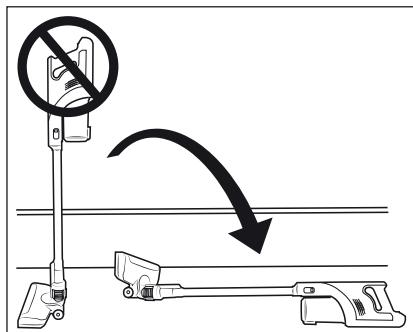

Abb. 9
- Die Saugöffnungen des Gerätes und der Bodenbürste ⑮ und das Saugrohr ⑯ müssen jederzeit frei sein und dürfen nicht verstopt werden. Verstopfungen führen zu Überhit-zung und Beschädigung des Motors.
- Achten Sie darauf, dass der EPA-Filter ⑤ immer eingesetzt ist, bevor Sie das Gerät verwenden.
- Versuchen Sie nicht den Staubsauger aufrecht hinzustellen, wenn Sie ihn zwischenzeitlich abstellen oder aus der Hand legen wollen. Setzen Sie den Staubsauger dafür in die Wandhalterung ⑯ oder legen Sie ihn auf den Boden (siehe Abb. 9 und 10). Der Staubsauger kann ansonsten aufgrund seines hohen Schwerpunkts umkippen und beschädigt werden und unter Umständen beim Umkippen weitere Gegenstände beschädigen.